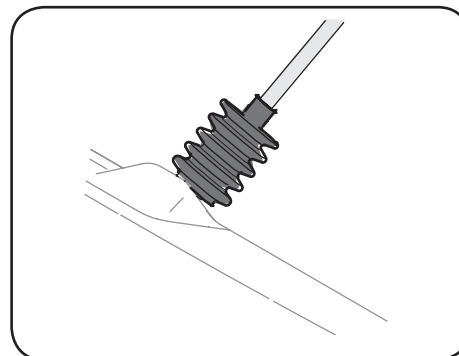

Figure 2-14
6. Faites glisser le soufflet en caoutchouc sur le joint universel. Voir Figure 2-14.